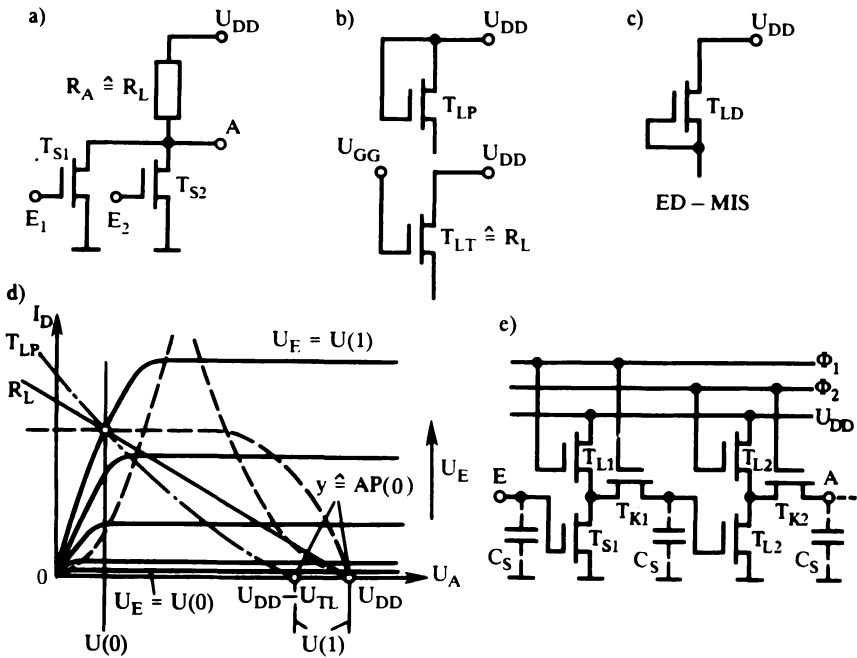

Abb. 11. MIS-FET Schaltungen
stufe ohne die Notwendigkeit von Anpaßstufe angewendet. Solche Schaltungen zeigt Abb. 11. Als Arbeitswiderstände können (z.B. extern angeschaltete) ohmsche Widerstände (in offen-Kollektorausgangsstufen), ein Anreicherungs-Typ-MIS-FET oder ein speziell hergestellter Verarmungs-Typ-MIS-FET Anwendung finden. Dafür wurden die Schaltungen und die Arbeitskennlinien in T_S -Ausgangskennlinienfeld angegeben. Mit gleichartigen MIS-FET T_S und T_L können nur durch unterschiedliche Kanal-Breite-Längen-Verhältnisse die Pegel $U(0)$ und $U(1)$ dimensioniert werden. Schaltungen mit nur einer Spannung U_{DD} besitzen schlechte Spannungsausnutzung $U_A(1) = U_{DD} - U_{TL}$ und dynamische Eigenschaften. T_L arbeitet im Pentodenzustand. Mit einer zweiten, entsprechend hohen Versorgungsspannung U_{GG} arbeitet T_L im Triodenzustand. Die Spannungsausnutzung und das dynamische Verhalten sind wesentlich besser. Verwendet man aber Verarmungs-Typ-MIS-FET T_L , so wird T_L , vergleichbar mit der I^2L , zur Stromquelle. Es ergibt sich ein optimales dynamisches Verhalten.
11. Что изображено на рис. 11?